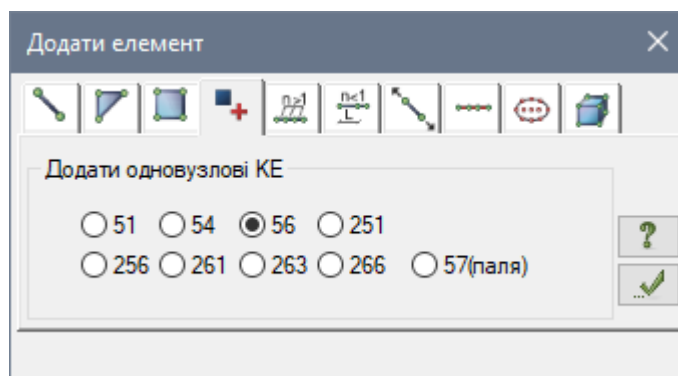

Рис. 9.15. Діалогове вікно Додати елемент
- Відкрийте діалогове вікно **Додати елемент** (рис. 9.15) на закладці **Додати одновузлові KE**, вибрав команду  – **Додати одновузлові KE** в розкритому списку **Додати елемент** (панель **Створення** на вкладці **Створення та редагування**).